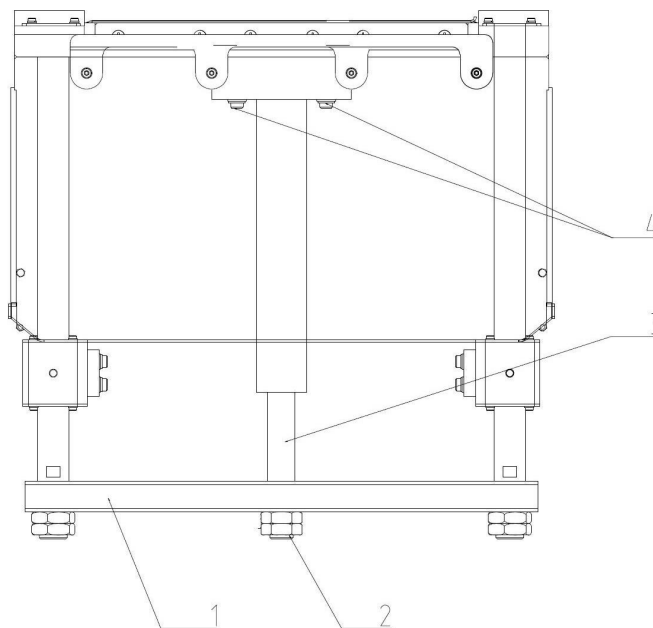

Abb. 8
2. Zuverlässige Stütze unter dem Balken (Abb. 8, Pos. 1) besorgen.
3. Die 2 Stk. Muttern M30 (Abb. 8, Pos. 2) losschrauben.
4. Taste "Messer auf" (neben dem Schaltschrank der Maschine) drücken, so dass die Stange (Abb. 8, Pos. 3) einsteckt.
7. Die 4 Stk. Bolzen M12 (Abb. 8, Pos. 4) losschrauben und den hydraulischen Zylinder abbauen.
8. Der neue hydraulische Zylinder einbauen und die 4 Stk. Bolzen M12 (Abb. 8, Pos. 4) ein bischen festschrauben.
11. Die 4 Stk. Bolzen M12 (Abb. 8, Pos. 4) und die 2 Stk. Muttern M30 (Abb. 8, Pos. 2) wieder festschrauben.